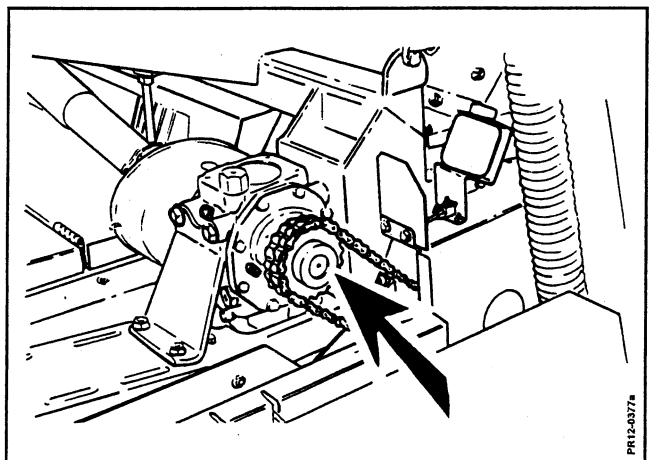

Fig. 2-9
Fig. 2-9 på maskinen sidan 12 och 13 pos. 13.) Saknas denna märkning av en eller annan orsak skall utväxlingen kontrolleras.